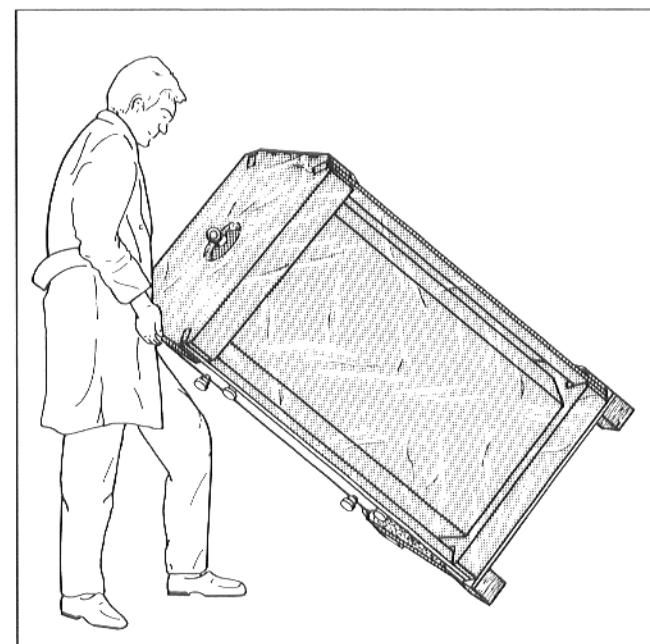

Рис. 17
- Ввинтить установочные болты-ножки (они упакованы вместе с отопительным котлом), находящиеся у днища бойлера так, чтобы они выглядывали 10-15 мм (рис. 17).